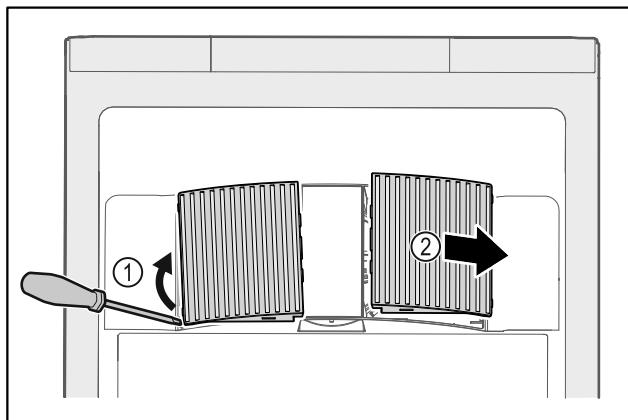

Fig. 141
- Кожух вентилятора обережно підважити зі сторони Fig. 141 (1) і витягнути рухом вперед Fig. 141 (2).